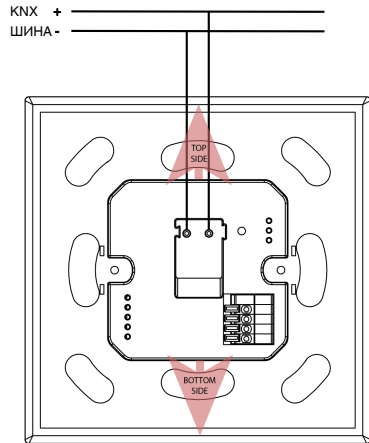

Рис.3
- Наконец, устройство Just Touch аккуратно помещают в распределительную коробку так, чтобы верхняя часть была обращена вверх (см. рис. 3), удерживая правую и левую стороны Just Touch, после чего процесс монтажа завершается.